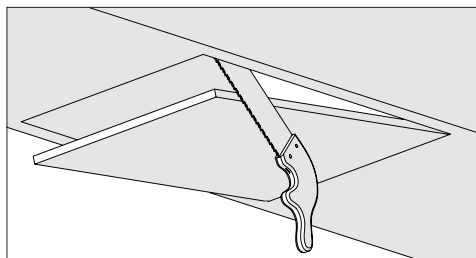

Abb. 7
- Schneiden Sie die Bodenfläche des Schrankes aus, in der die Abzugshaube installiert werden soll. Beachten Sie die Abmessungen in der technischen Zeichnung (Abb. 7).